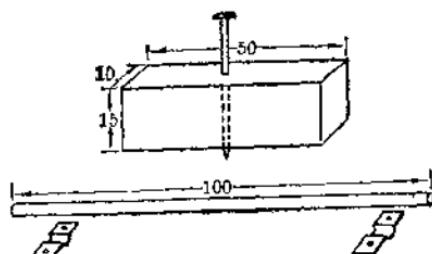

图 11
6. 机头垫高板：用  $10 \times 15 \times 50$  [毫米]3 木条一根，制机头垫高板，也即前轮轴架。先在木条中央钻一小孔，孔径略大于固定用的钉子直径，以便木条能绕钉子旋转，然后在车头散热板下面装前轮轴的部位正中，把钉子连木条钉上。接下来用两条铁片将前轮轴向上托住，用钉子把轴固定在垫高板的下方(图 11)。